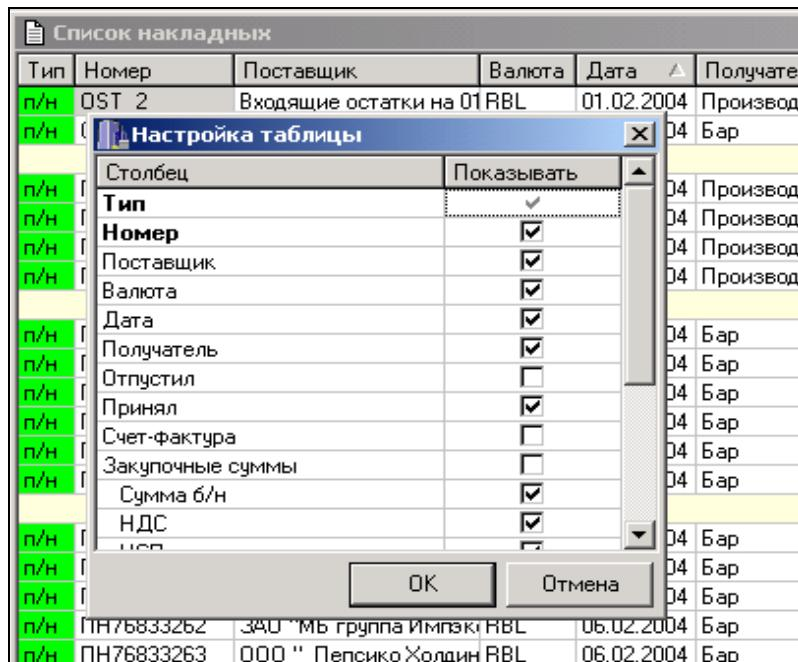

Рис. 9
*Настроить таблицу* – расставляя/убирая флаги в окне этого пункта всплывающего меню, Вы выбираете столбцы таблицы, которые хотели бы видеть на экране (см. Рис. 9).